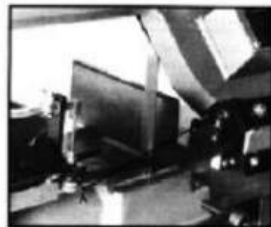

Fig.4
2. Plaats de winkelhaak op de tafel naast het zaagblad. afgebeeld in Fig.4.
5. Draai de bouten (A) vast.